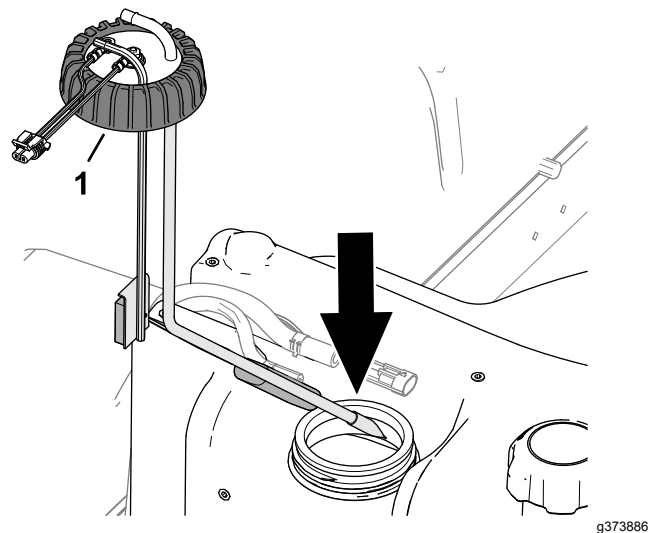

Figura 123
2. Montate con attenzione il tubo di prelievo del carburante e il galleggiante nel serbatoio del carburante (Figura 123).